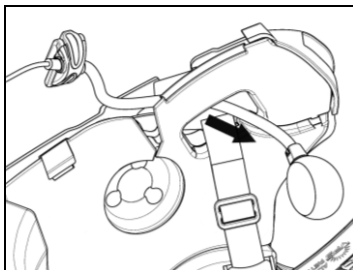
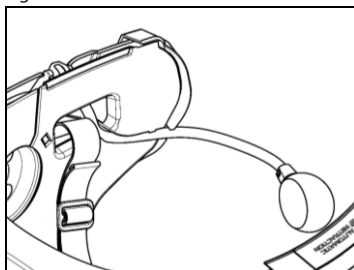

Fig. 12
Fig. 13
- Inserire il microfono all'interno dell'asola (Fig. 12) e posizionarlo nell'apposita sede, inserendo il braccetto del microfono nella scanalatura presente sul telaio di aggancio mentoniera (Fig. 13).